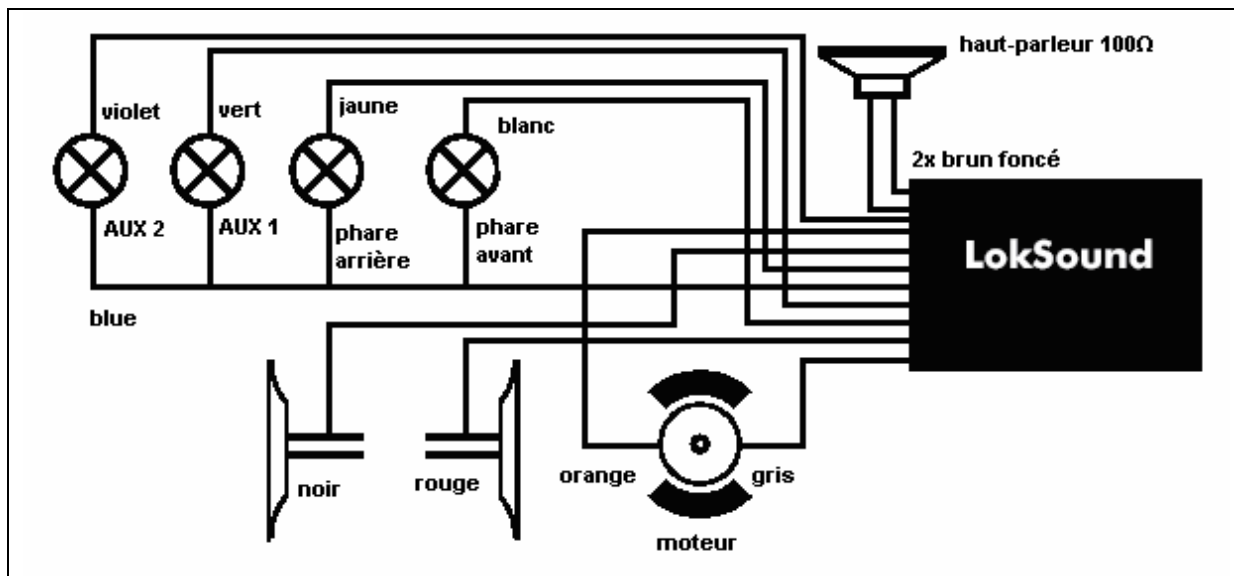
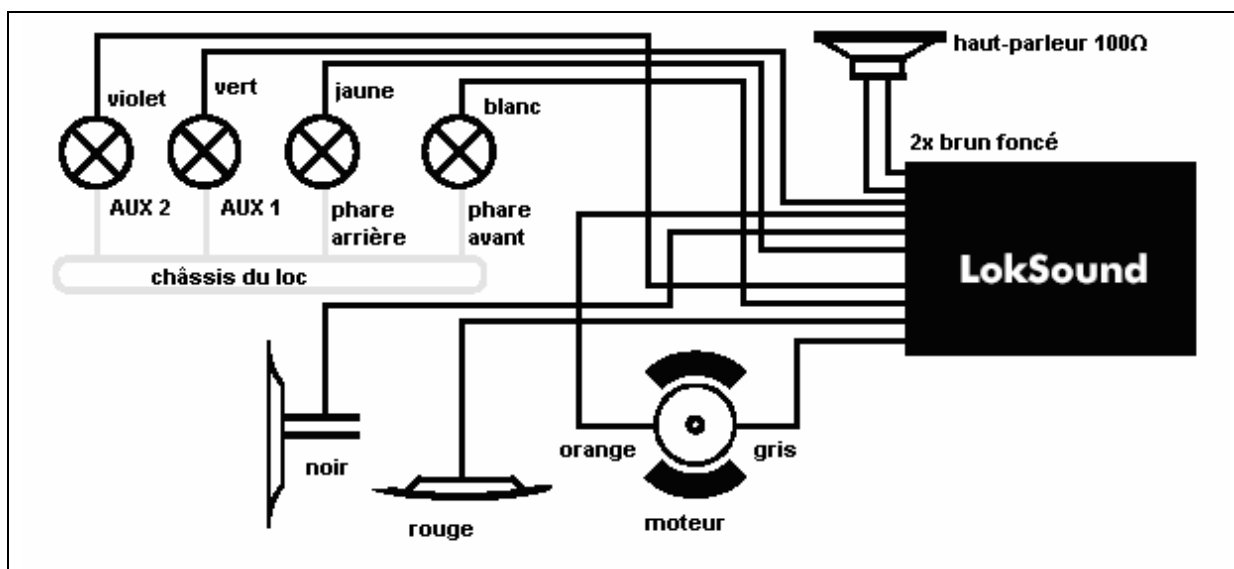
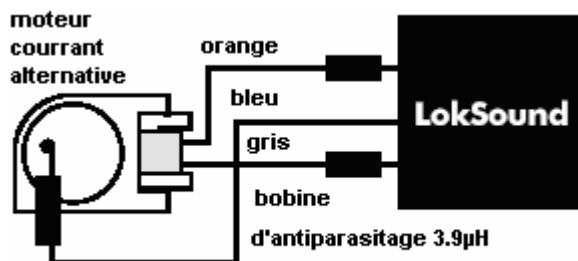

Figure 2: Connexion dans locs avec fonction supplémentaire isolée et moteur courant continu
Figure 3: Connexion dans locs avec fonctions supplémentaires contre la terre du châssis et moteur courant continu
Figure 5: Connexion d'un moteur Märklin® courant alternatif
- a) Les lampes/fonctions sont par leur raccordement commun isolées par rapport à la carrosserie de la locomotive (ainsi sans potentiel). Le raccordement alors nécessaire est représenté dans fig. 2.
- b) Les lampes/fonctions sont connectées en commun avec la masse de la locomotive (p. ex. presque toutes les locomotives Märklin® ainsi que les locs ROCO ou les Fleischmann plus âgés). Fig. 3 montre ce cas
Veillez faire attention à ne pas confondre le fait que fig. 2 aussi bien que fig. 3 montrent le raccordement d'un moteur à rotor sans fer ou de courant continu : Un moteur universel est attaché, comme montre fig. 5
- Si les lanternes et fonctions ne sont pas connectés à la masse de la carrosserie (voir fig. 2), vous devez attacher tous les autres raccordements de toutes les lanternes et les fonctions en commun au câble bleu. Celui-ci ne doit entrer en contact avec le châssis de la locomotive!
fig. 5 montre, comment un moteur universel (p. ex. un moteur à inducteur bobiné de Märklin®) est attaché au décodeur LokSound :
Utilisez exclusivement des générateurs de fumigène numérique, avec les locs dont les sorties de fonction et de lumière sont interconnectées d'après la fig. 2, p. ex. le Seuthe No 11. D'autres utilisations de fumigène nécessitent beaucoup d'électricité. Par exemple il y a des générateurs de fumigène avec une puissance absorbée de plus de 250mA dans le commerce!
Les locs qui sont interconnectés d'après la fig. 3, nécessitent comme auparavant un engagement de fumigène analogue, p. ex. les Seuthe No 10.